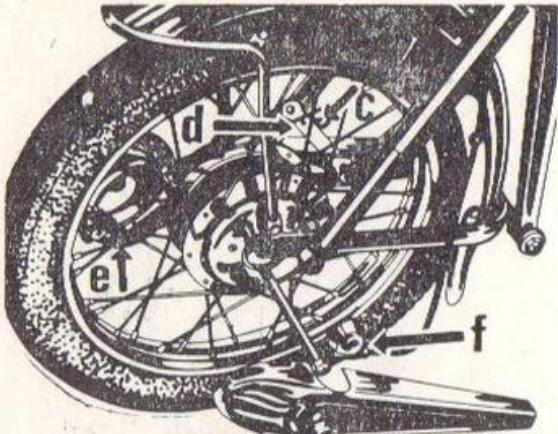

Fig. 38.
2. Demontați piulița „a” și îndepărtați ornamentul „b” din fig. 38.